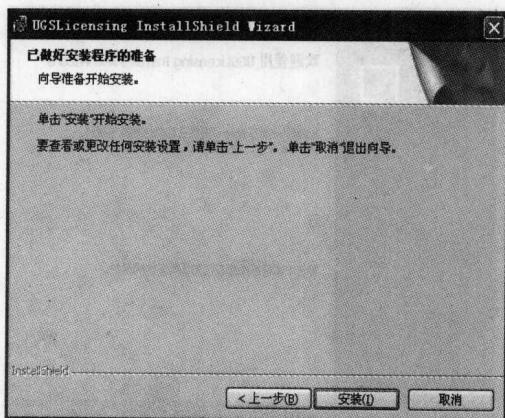

图 1-7 安装准备界面
(10) 完成许可证文件路径选择后, 单击 **下一步(N) >** 按钮出现已做好安装程序的准备界面, 如图 1-7 所示。